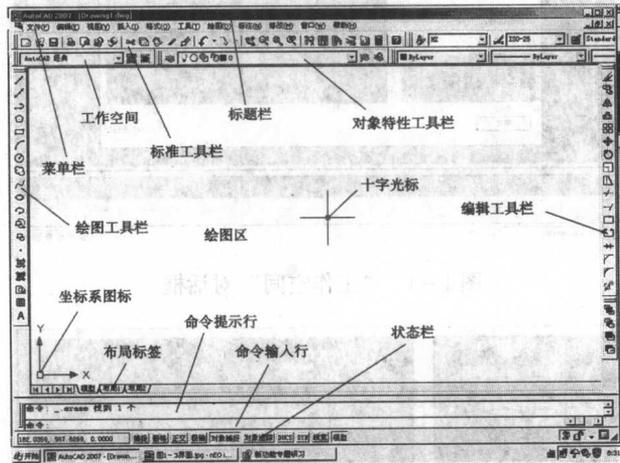

图 1-4 软件窗口界面
(2) 在软件窗口界面上，单击“文件”、“编辑”、“视图”、“工具”、“绘图”等菜单项，观察其下拉菜单中的内容。AutoCAD 2007 窗口中各区域的名称如图 1-4 所示。